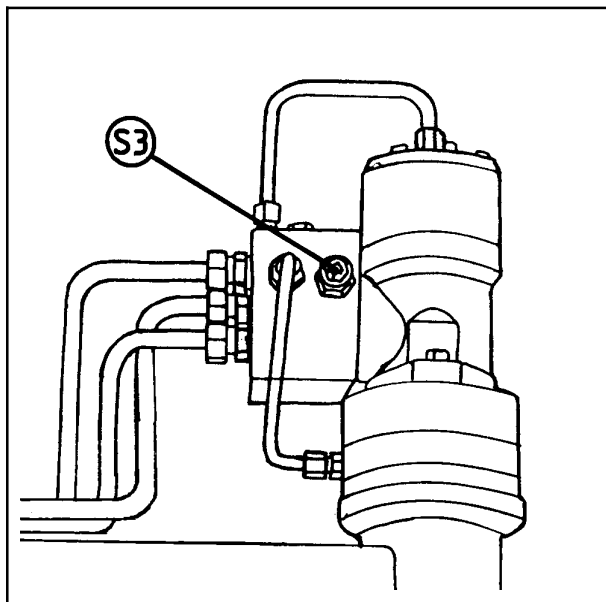

Fig. 14-3
- b) **Sikkerhetsventil på minus-siden.** (S3, fig.14-3).
- b) Sikkerhetsventilen, (S3), kan være utett, slik at oljen går forbi sveivmotoren. (Se fig.14-3).